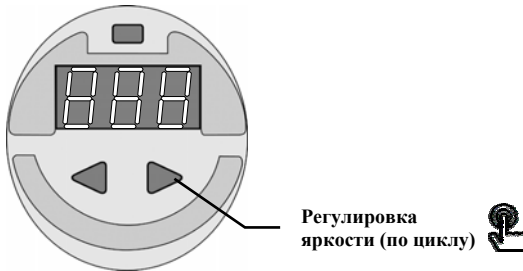

Рис.7. Настройка яркости индикаторов
3. При появлении трех горизонтальных сегментов на табло **---** нажать и удерживать правую кнопку. На табло появятся цифры **888**, которые будет циклически (раз в секунду) менять яркость (Рис.7).